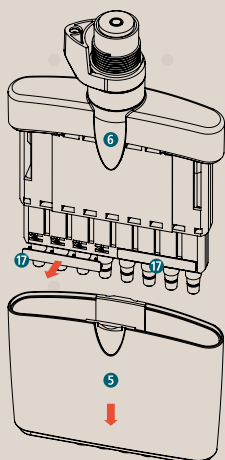

Fig. 10
- Rimuovere il manicotto di espulsione **5** allentando/sollevando il dispositivo di fissaggio **6** (Fig. 10).